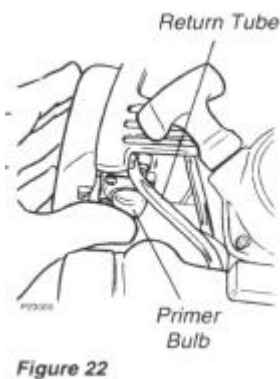

Figure 22
3. Bereidt de motor voor door de primer 4 tot 5 keer in te drukken. Zie fig. 22. Je moet benzine in het bolletje kunnen zien.